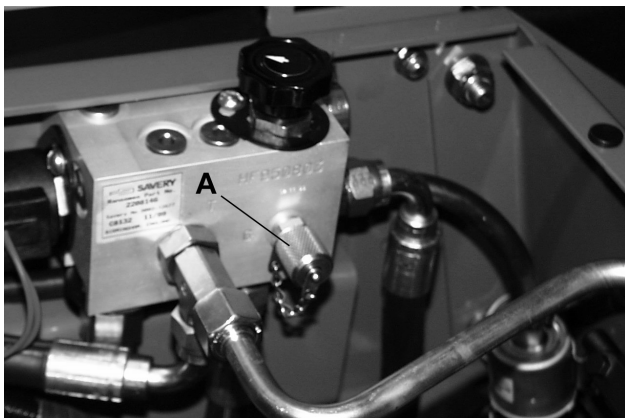

Fig.26
- A Fig.26 - Reel drive pressure 207bar (3,000 psi)
- A Fig.26 - Cylindertræktryk 207bar
- A Fig.26 - Cylinderns drivenhet 207 bar